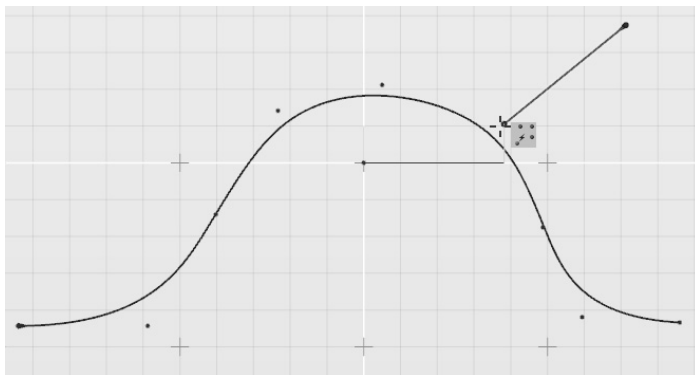

图 2-38 捕捉所有点
- 捕捉所有点工具：包括捕捉曲线和曲面控制点、曲线端点、曲线中点以及圆/弧/椭圆的中心点，如图 2-38 所示。